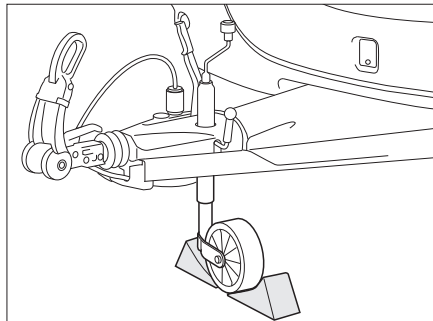

Bild 174 Stützrad sichern
- Das Stützrad quer zur Fahrtrichtung stellen und mit geeigneten Hilfsmitteln sichern (Bild 174).